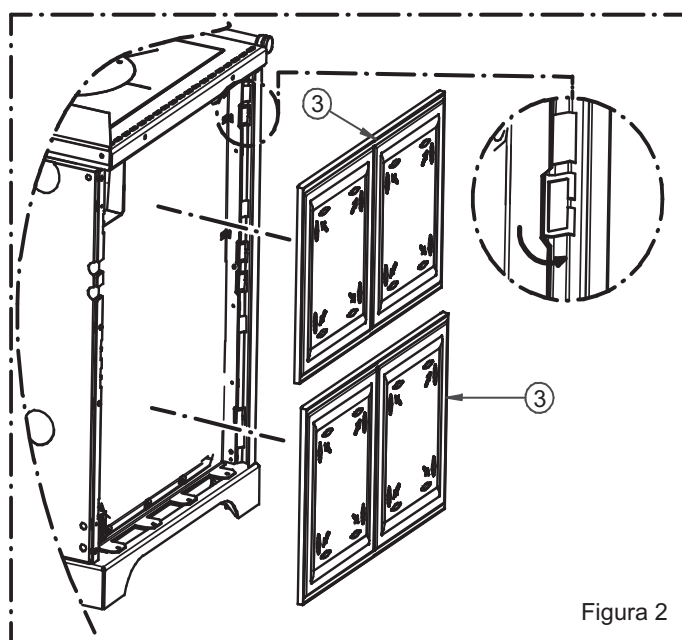
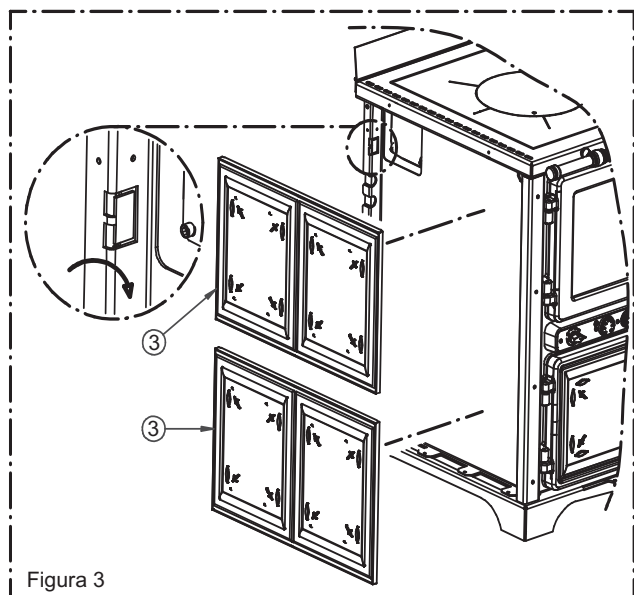

Figura 2
Figura 3
Procedere ora al montaggio delle ceramiche laterali (3) assemblando dapprima quella inferiore e poi quella superiore. Inserire la ceramica (3) come indicato nella Figura 2 e Figura 3 deformando dapprima le alette indicate.